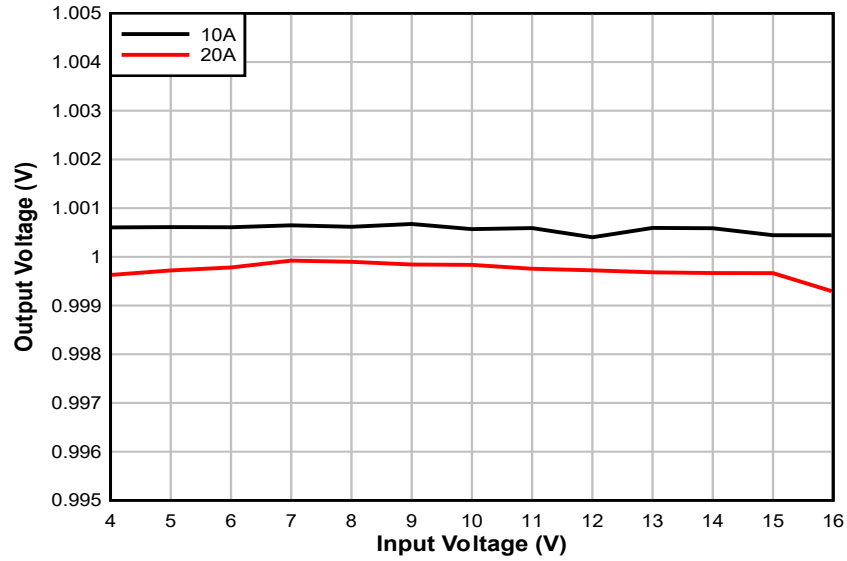

图 4-3. VOUT 线性调整率
6. 将 V_{IN} 从 4V 改为 16V。 V_{OUT} 必须保持在图 4-3 中规定的范围内。